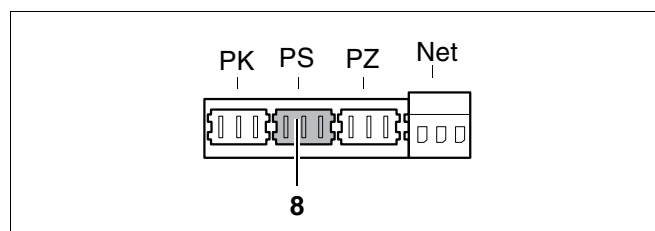

Fig. 40 Klemrække – beholderpumpe 230 V (tilslutningsfarve grå)
- Slut beholderpumpen til det grå stik PS (fig. 40, **pos. 8**). Maksimalt tilladt strømforbrug for pumpen = 250 W.